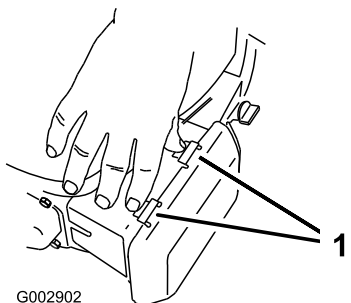

Figure 40
1. Appuyez sur les languettes de verrouillage en haut du couvercle du filtre à air (Figure 40).